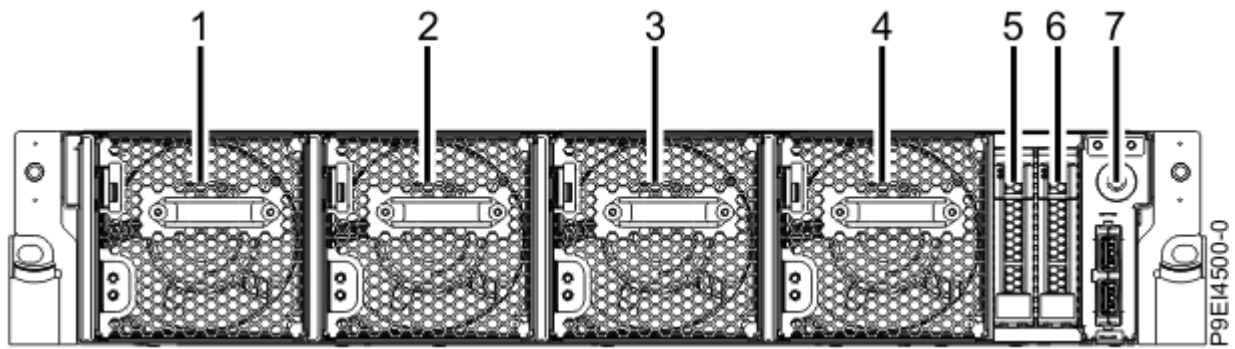

Figure 4. Emplacements 5 et 6 des unités
1. Déterminez l'emplacement dans lequel vous souhaitez installer une unité de disque. Les emplacements d'unité de disque sont situés à l'avant du système aux emplacements 5 et 6, comme illustré dans la Figure 4, à la page 8.